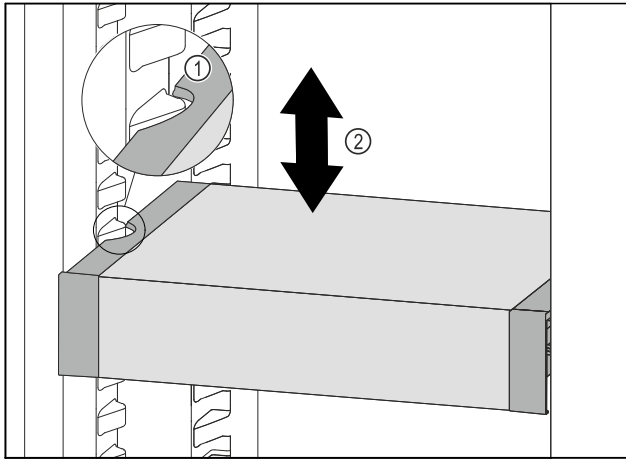

Fig. 79
- ▶ Trageți în față VarioSafe, până când degajările laterale ale VarioSafe se află la înălțimea nervurii recipientului din frigider. Fig. 79 (1)
- ▶ Mișcați în sus sau în jos VarioSafe în frigider, până când este atinsă înălțimea dorită. Fig. 79 (2)